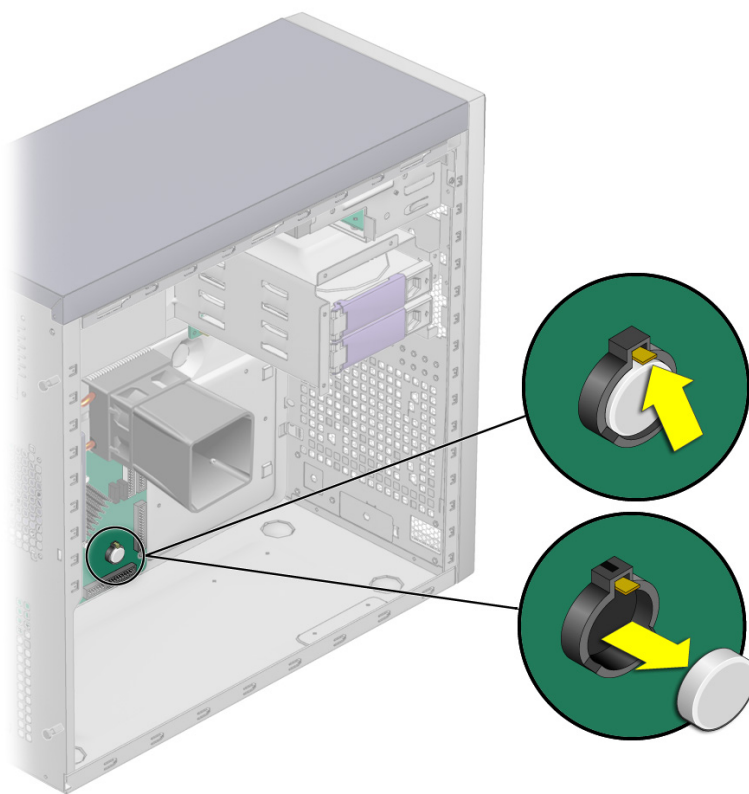

图 4-21 拆卸系统电池
4. 用力夹电池锁销，直到电池弹出主板插座（参见图 4-21）。
5. 向上撬起电池，将电池从插座中取出（参见图 4-21）。